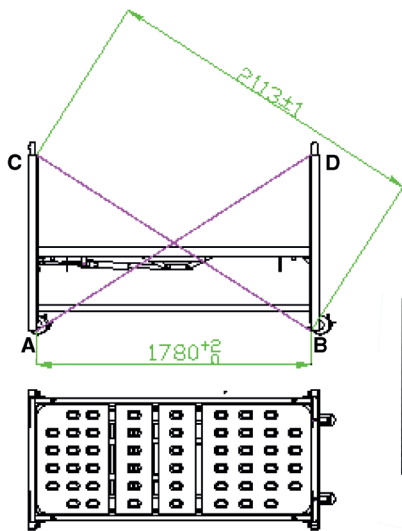

Figure 1
**Remarque :** Après avoir procédé aux assemblages des étapes 1 et 2, vérifiez si  $AB=CD$  et  $CB=AD$ , les erreurs inférieures et supérieures sont indiquées à la Figure 1.